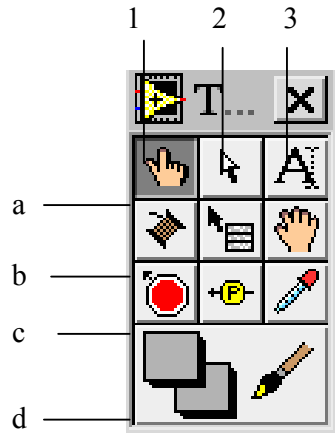

Fig. 6
- caseta cu unelte generale – **Tools** - (fig.6) este prezentă la fiecare dintre cele două ferestre.
Caseta cu unelte generale (Tools Palette) (fig.6) cuprinde facilitățile folosite de utilizator pentru crearea, editarea sau trasarea execuției instrumentelor virtuale. Afișarea / ascunderea casetei se realizează din bara de meniuri: **Windows / Show Tools Palette**.